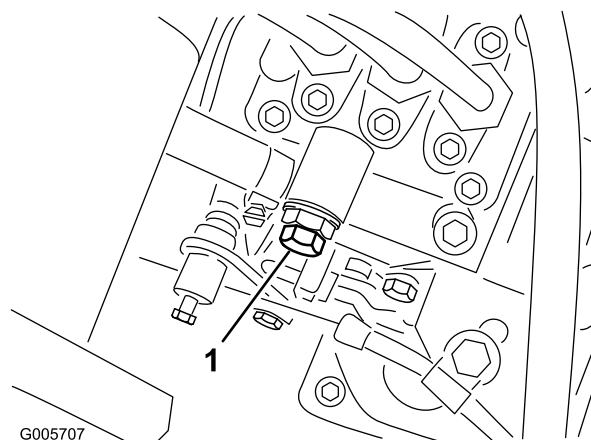

Figura 33
3. Abra el tornillo de purga de aire de la bomba de inyección de combustible (Figura 33).